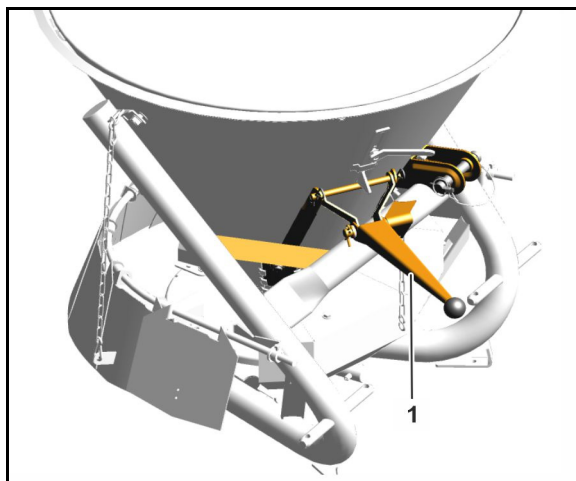

Fig. 10
- Do **zamknięcia** otworu przelotowego należy ręczną dźwignię (Fig. 10/1) przestawić całkowicie do góry.
- Do **otworzenia** otworu przelotowego należy ręczną dźwignię (Fig. 10/1) przestawić do oporu w dół do ogranicznika ustawiania ilości wysiewu.